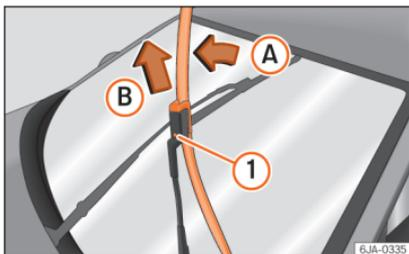

Abb. 70 Wischerblätter für die Frontscheibe
- Klappen Sie den Scheibenwischerarm von der Scheibe ab, wobei Sie das Wischerblatt leicht in Richtung des Arms bewegen – Pfeil A » » » Abb. 70.